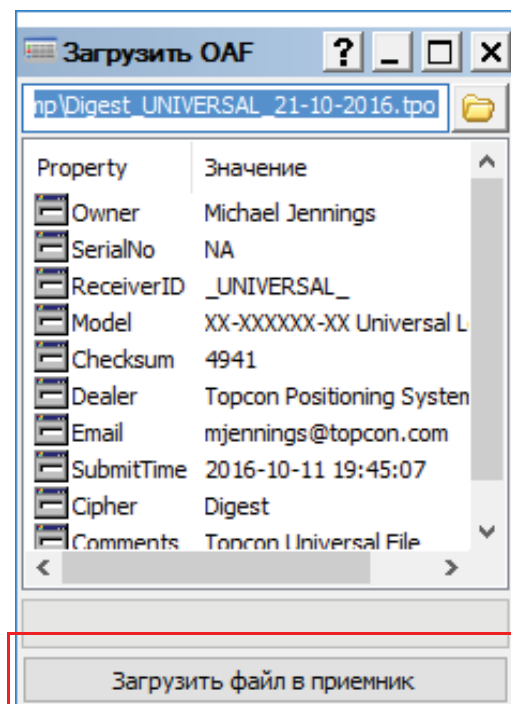

Рис. 21: Кнопка Загрузка файла в приёмник
5. Для загрузки файла нажмите кнопку **Загрузка файла в приёмник** (Рис. 21).